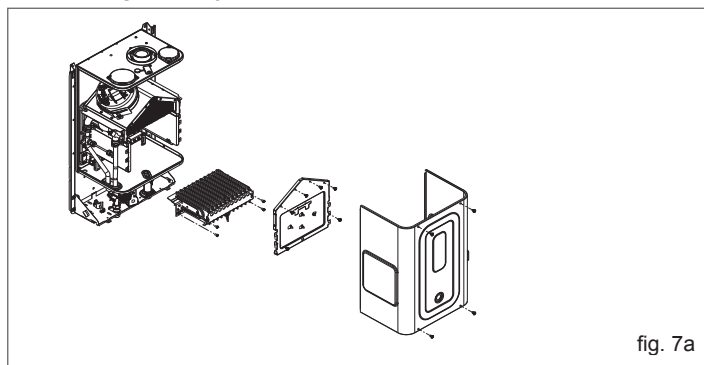

fig. 7a
- rimuovere in successione: scarico fumi e mantello (come descritto nel capitolo 6), coperchio cassa aria e coperchio camera di combustione (fig. 7a-7b)